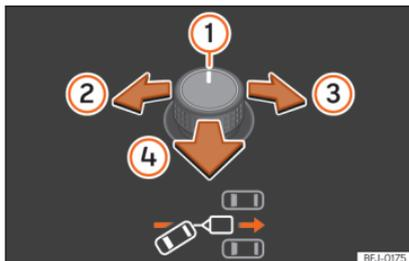
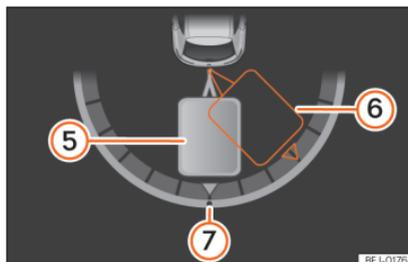

Fig. 211 Comando giratório dos retrovisores exteriores: ajustar o ângulo do reboque.
Fig. 212 Ecrã do painel de instrumentos: fazer marcha-atrás.
Legenda da **Fig. 211**, **»» Fig. 212**:
- Rode o comando giratório até atingir a direção desejada **»» Fig. 211**. No ecrã do painel de instrumentos aparece, a modo de orientação, uma representação do conjunto veículo trator e reboque na posição atual **»» Fig. 212**.